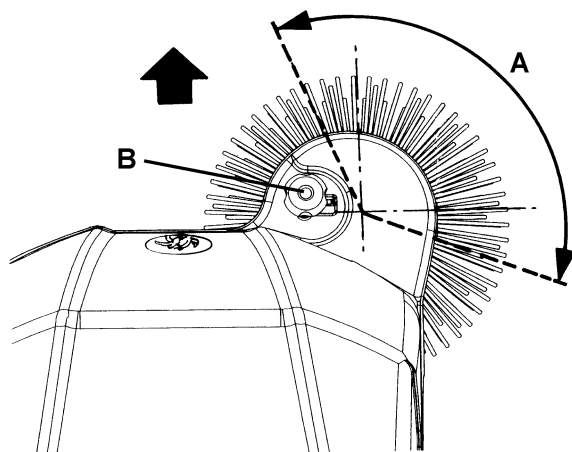

Abbildung 9
- Prüfen dass die Spurausdehnungs- und Ausrichtung des Seitenbesens der Darstellung in der Abbildung (A, Abb. 9) entsprechen. Nur falls die Spur verschieden ist, soll die Seitenbesenhöhe eingestellt werden, wie es in folgenden Schritten beschrieben ist.
- Den Knopf (B, Abb. 9) im Uhrzeigersinn oder gegen den Uhrzeigersinn drehen, um die Bodenfreiheit des Seitenbesens einzustellen.